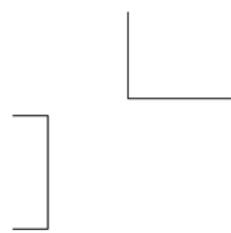

图8-18 修剪图形
- 03 调用E【删除】命令，删除矩形边，结果如图8-18所示。